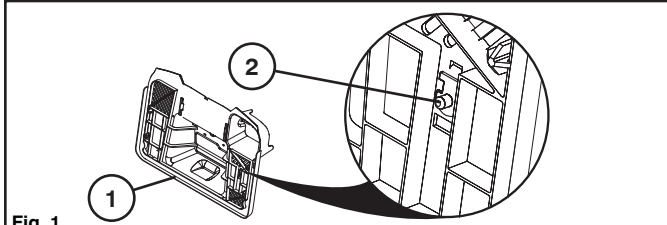

Fig. 1
- Nach dem Entfernen des Grasfängersacks von der Montageplatte (1) auf der Rückseite des Mähers den Bereich des Sackvollschalters (2) identifizieren (siehe Abb. 1).
- En vous plaçant debout derrière le tracteur, le bac étant retiré de la plaque arrière (1), repérez la zone de contact total (2) du bac. (Voir la Fig. 1)